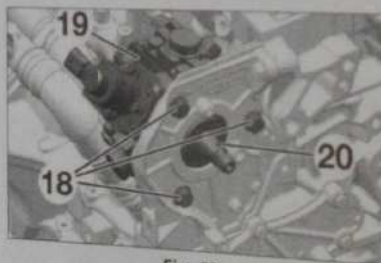

Fig. 37
- les 3 vis (18) (Fig. 37),
- la pompe haute pression carburant (19).